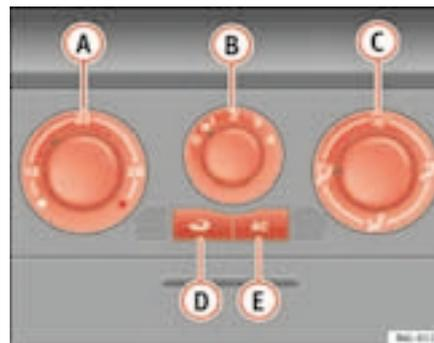

Fig. 92 Mandos del Aire Acondicionado en el tablero de instrumentos
- Desconecte el sistema de refrigeración con la tecla ⇒ fig. 92  (se apaga el testigo de la tecla).
Con la recirculación de aire en marcha ⇒ página 127, fig. 92  (se enciende un testigo en la tecla), se evita que los malos olores del exterior, por ejemplo, al atravesar un túnel o en un atasco, penetren en el habitáculo.